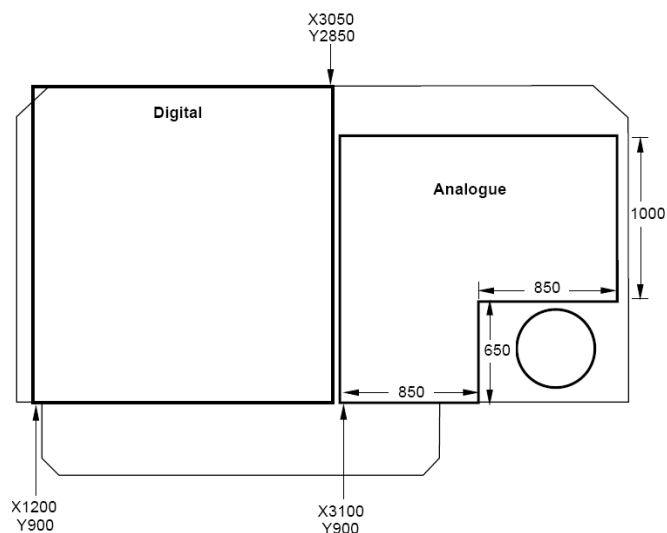

Рис. 7. Области ра
7. Переместим курсор в точку с координатами X3050 Y2850 (рис. 7) и выполним двойной щелчок левой кнопкой мыши для завершения процедуры рисования.
15. Аналогичным образом нарисуем все оставшиеся сегменты полигона (рис. 7) и двойным щелчком левой кнопки мыши завершим рисование.